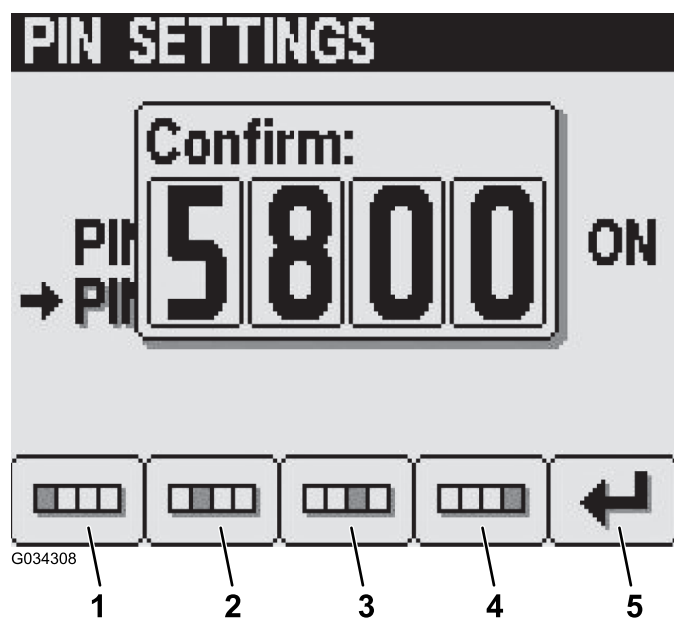

图20
6. 使用 1 号到 4 号按钮确认您的新 PIN，输入完成后按 5 号按钮（图20）。
注意： 确认 PIN 设置之后（图20），Pin Correct（Pin 纠正）屏幕将显示约 5 秒钟。